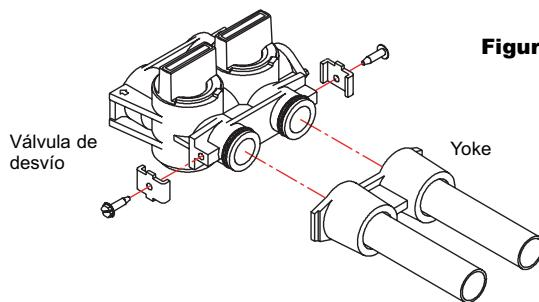

Figura 1
- Una vez que la fontanería esta terminada conecte el conector de tubo con la válvula de desvío (ver figura 1).